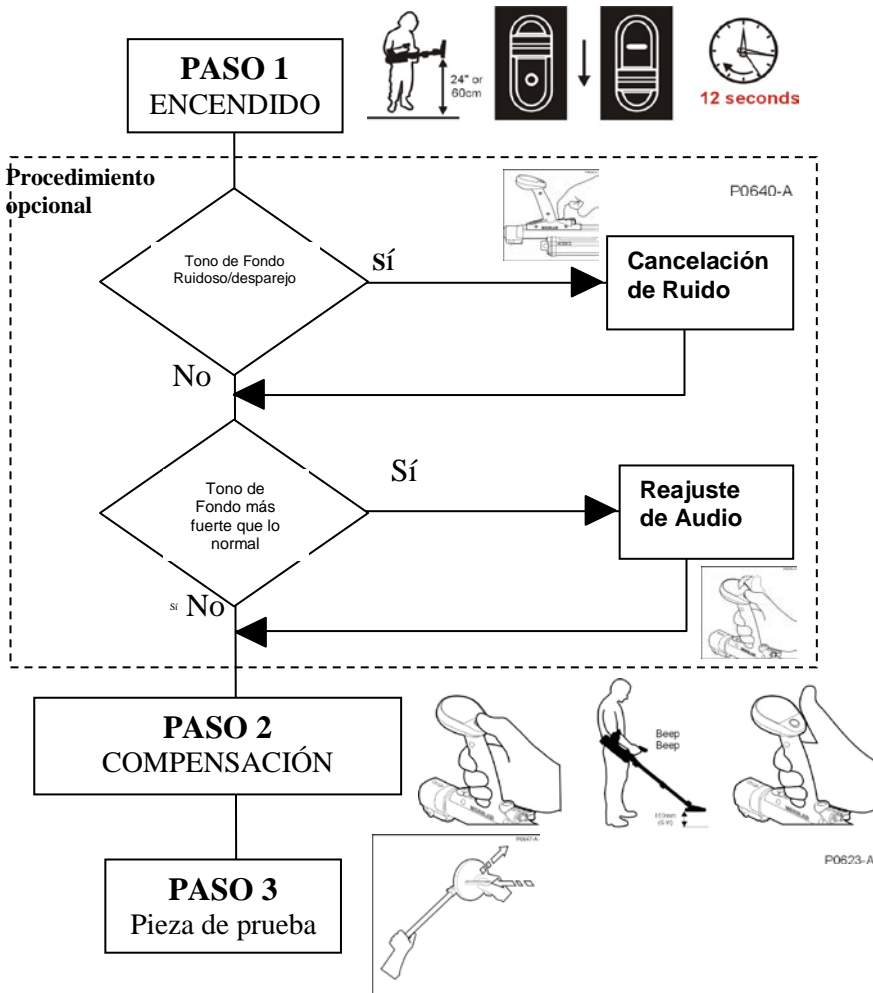

Figura 23: Procedimientos Estándar y Opcionales
*Una vez que se haya completado la Cancelación de Ruido o el Reajuste de Audio, continúe con los pasos 2 y 3. La Figura 23 ilustra esta secuencia. Una vez completo, el F3 puede comenzar las operaciones de acuerdo con los Procedimientos Locales Estándar de Operación.*